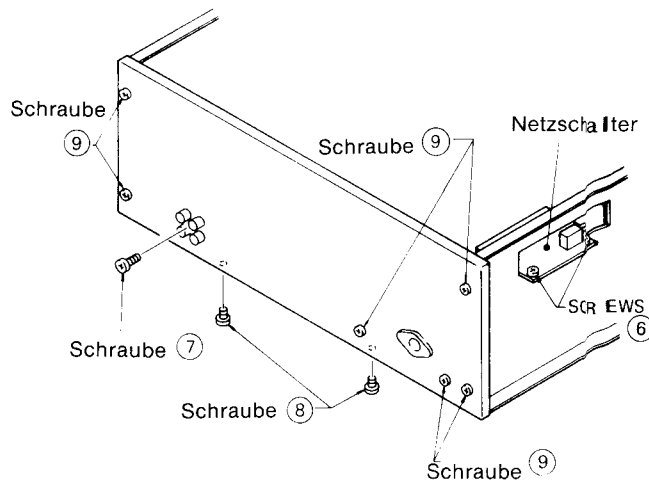

Abb. 4
- 2) Die zwei Befestigungsschrauben der Netzschalterplatine ⑥ lösen und Schalter entfernen.
- 3) Die Rückseite entfernen nachdem die eine Schraube ⑦, die zwei Schrauben ⑧ und die sechs Schrauben ⑨ gelöst wurden, siehe Abb. 4.